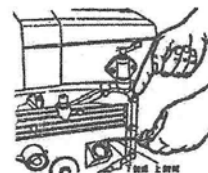

Рис. 8
2. Проверьте масляным щупом уровень масла. Уровень масла должен находиться между верхней и нижней отметкой щупа (рис.8). Уровень масла выше верхней отметки приведет